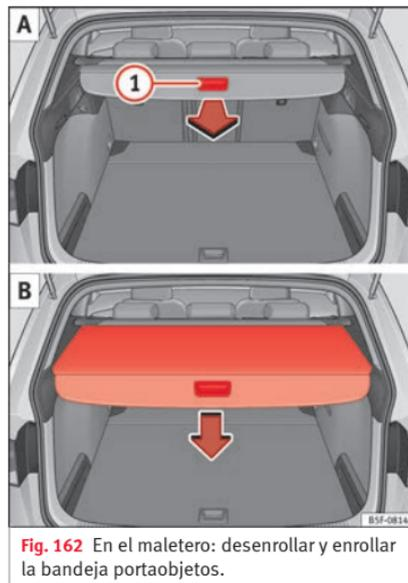

Fig. 162 En el maletero: desenrollar y enrollar la bandeja portaobjetos.
- Tire uniformemente de la bandeja portaobjetos por el asidero »» fig. 162 1 A hacia atrás y extráigala hasta el tope hasta que encastre de forma audible.
- Presione sobre el asidero de la bandeja portaobjetos en el sentido de la flecha hasta desbloquearla »» fig. 162 B.